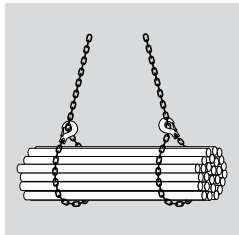

Abb. 5.1.4: einfach geschnürt gegensinnig
- Wenn die Last beim ersten Anheben nicht wegrollen soll, gegensinnig zu schnüren ist (siehe Abb. 5.1.4 und 5.1.5)